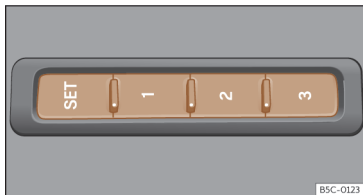

Fig. 89 No lado exterior do banco do condutor: botões de memória
- Pressione o botão **SET** durante mais de 1 segundo >>> **Fig. 89**.